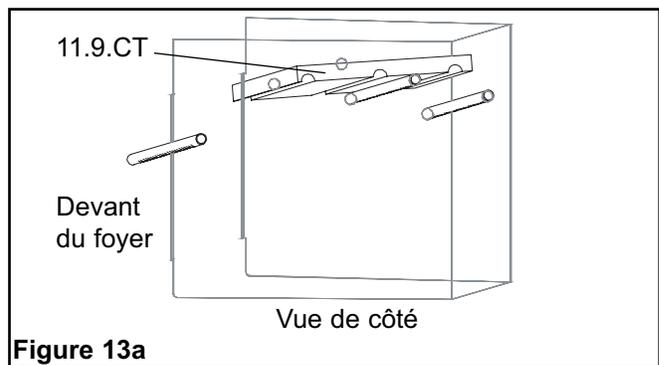

Figure 13a
2. Faites passer le déflecteur (11.9.CT) par dessus les deux autres tuyaux, en vous assurant de bien l'orienter : partie étroite vers l'arrière et rainures vers le bas (voir Figure 13a).